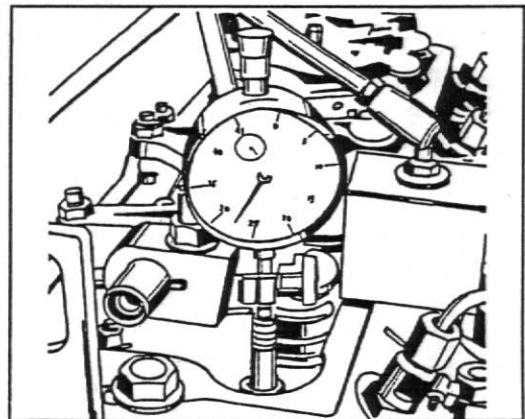

Fig. 16
3. Apoie a válvula solta sobre o êmbolo do cilindro nº 1. Monte o relógio microcomparador na face da haste da válvula, fig. 16.